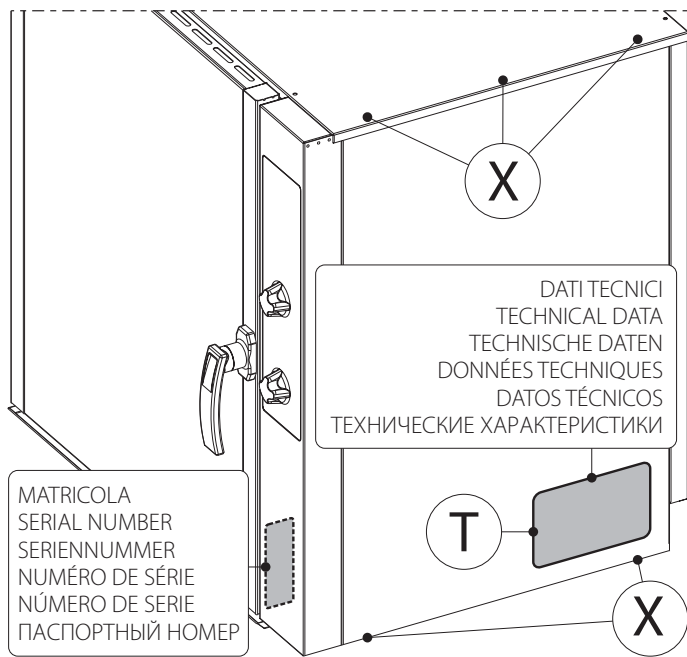
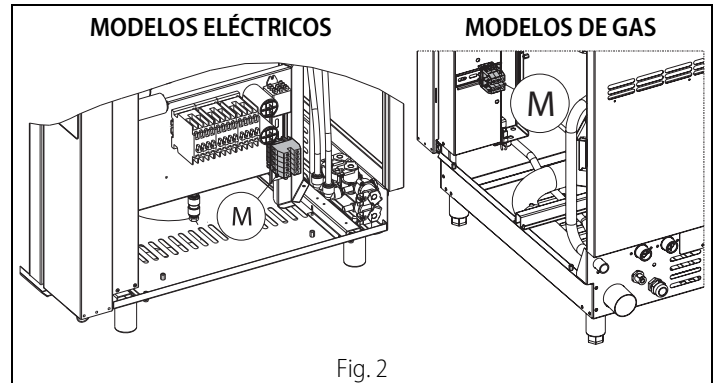

Fig. 1.1
Fig. 2
**i** La placa de datos técnicos | T | fig.1.1 de poliéster adhesivo se encuentra por dentro y por fuera del costado derecho.
Para acceder a la regleta de conexiones | M | fig. 2, quite el panel desenroscando los tornillos | X | fig.1.1 situados en su parte inferior y superior. Cumpliendo las instrucciones del esquema eléctrico, conecte los conductores del cable de alimentación a la regleta de conexiones. Mantenga el cable apoyado en el fondo y sujételo por medio del sujetacables dispuesto a tal fin | ⚡ | fig. 1. Es indispensable conectar el aparato a una toma de tierra que funcione correctamente. Para ello, cerca de la regleta de conexiones se ha colocado un tornillo, identificado con el símbolo  $\perp$  donde se debe conectar el conductor de tierra. Además, el aparato debe estar incluido en un sistema equipotencial. La conexión se realiza por medio del tornillo marcado con el símbolo | ⚡ | fig. 1 situado en la parte posterior del aparato. El cable equipotencial debe tener una sección de 10 mm2.